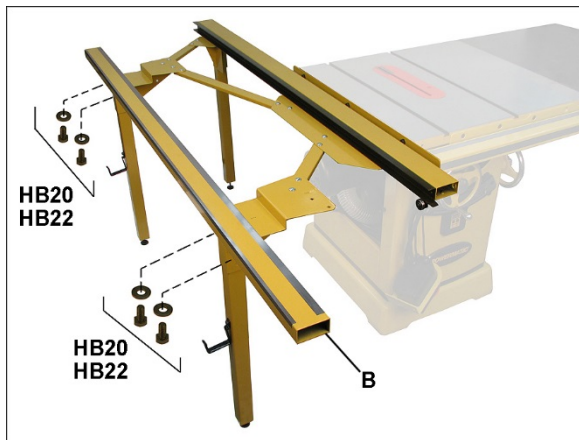

Рисунок 7-9
- Используйте **КОМПЛЕКТ КРЕПЕЖА 2**: Установите внешнюю направляющую (B, Рисунок 7-9) на кронштейны ножек. **ПРИМЕЧАНИЕ.** Более широкая металлическая полоса расположена ближе к циркулярной пиле. Расположите направляющую так, чтобы винты находились посередине пазов, и *затяните винты только руками.*